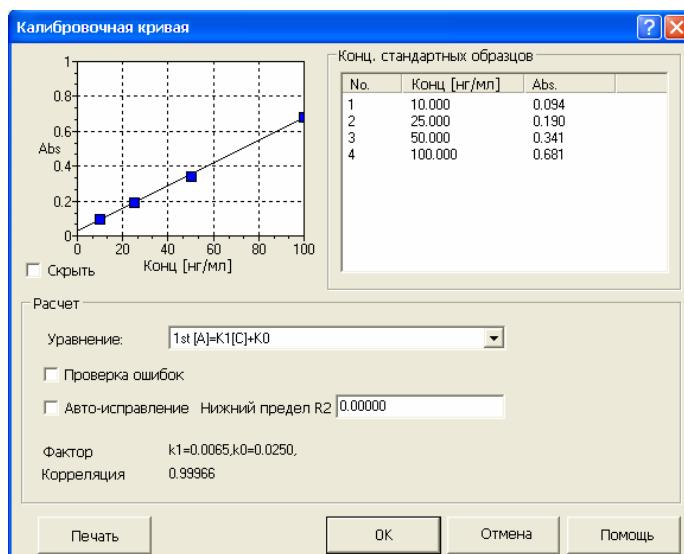

Рис. 3-21. Окно «Калибровочная кривая»
**«Калибровочная кривая»** - воспользуйтесь этой функцией, если вам нужно вывести или исправить калибровочную кривую. Появится окно калибровочной кривой (рис. 3-21).
**«Профиль сигнала»** - воспользовавшись этой функцией после окончания измерений, вы можете найти профиль сигнала для каждого измерения (рис. 3-21).